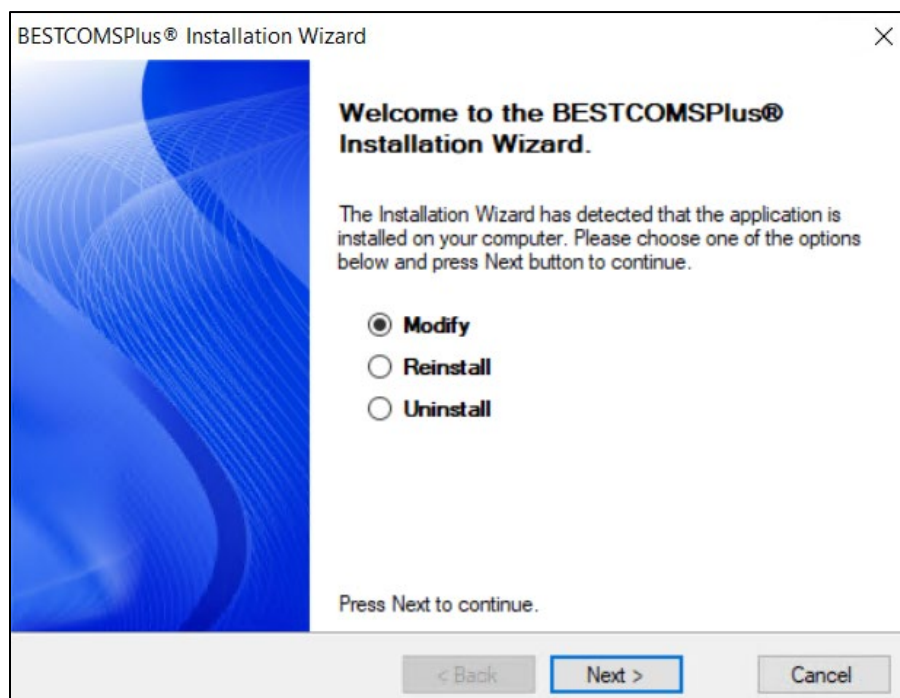
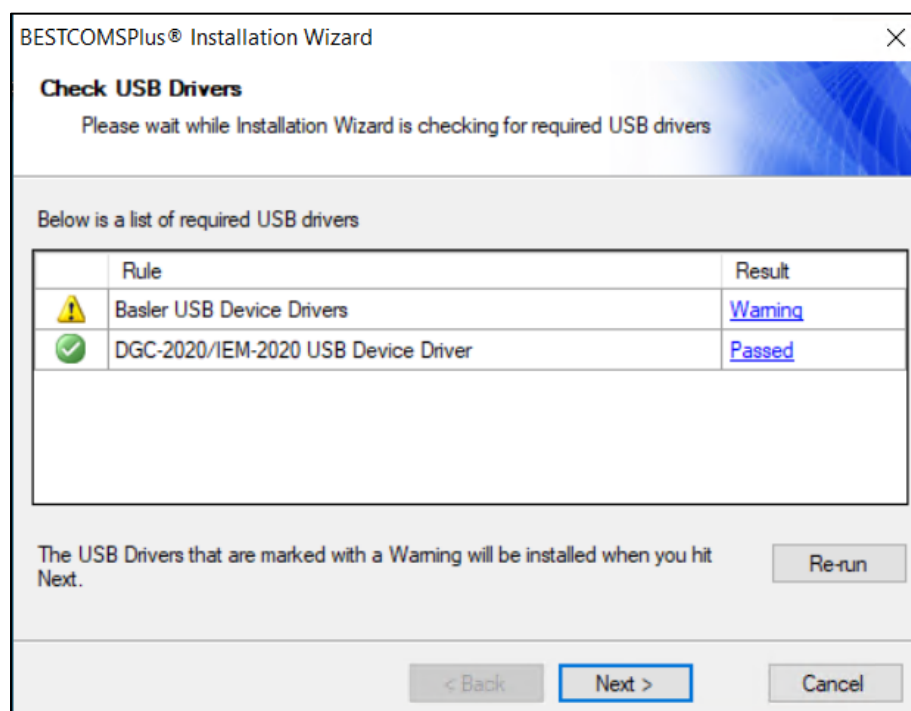

Figura 64-1. Asistente de instalación BESTCOMSP^lus
Figura 64-2. Compruebe la pantalla de los controladores USB
Paso 1. Cierre todos los programas y reinicie el equipo. Ejecute el instalador BESTCOMSP^lus y seleccione Modificar para completar la instalación. Consulte la Figura 64-1 y la Figura 64-2.